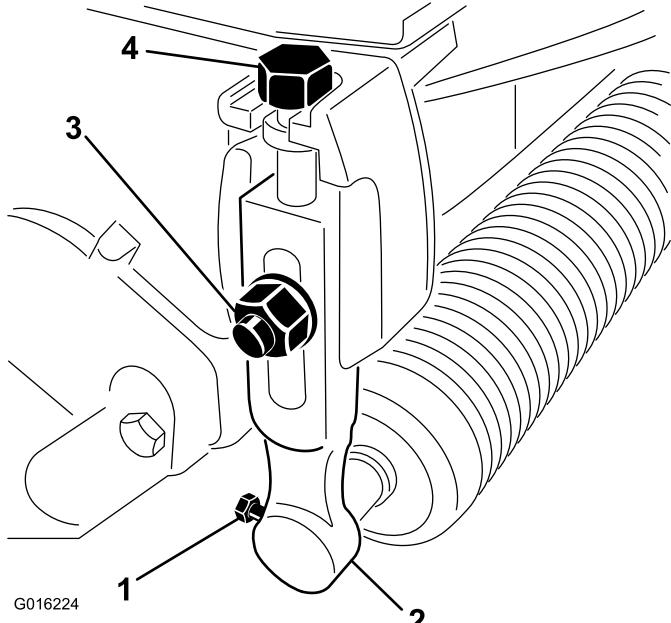

Рисунок 1
2. Отпустите винты, которые крепят каждый конец переднего валика к рычагам высоты скашивания (Рисунок 1).
3. Удалите лемешные болты, шайбы и контргайки, которые крепят рычаги высоты скашивания к каждому концу режущего блока (Рисунок 1). Снимите рычаги высоты скашивания и узел валика.
- Снимите винты регулировки высоты скашивания с рычагов высоты скашивания (Рисунок 1).